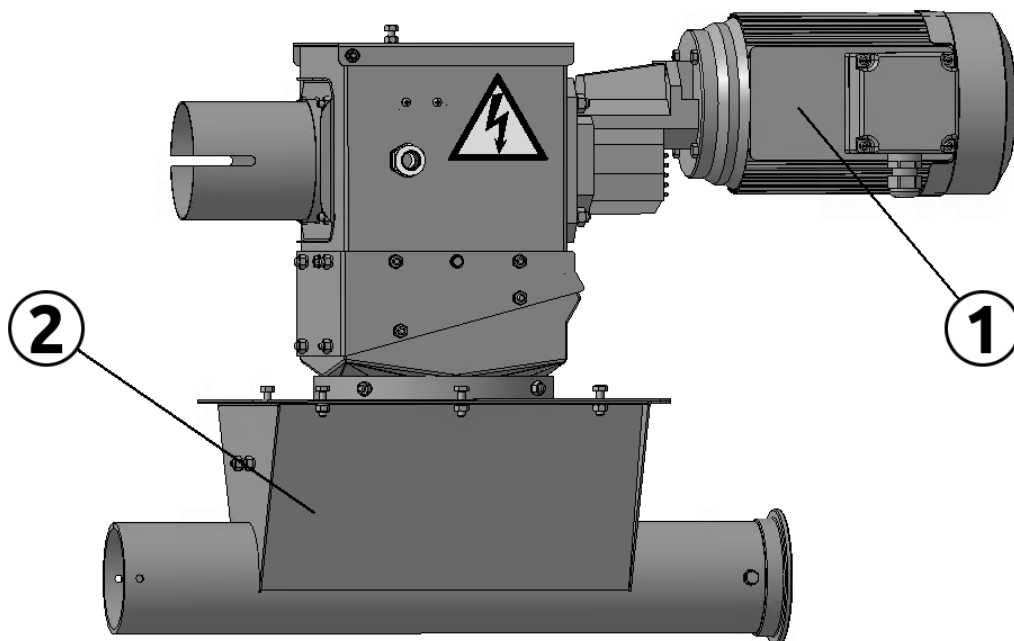

Рисунок 3.6
Узел пересыпки (рис.3.6) - это соединенные между собой привод подающего транспортера (1) и поддон (2) приемника кормов транспортера обратной подачи.